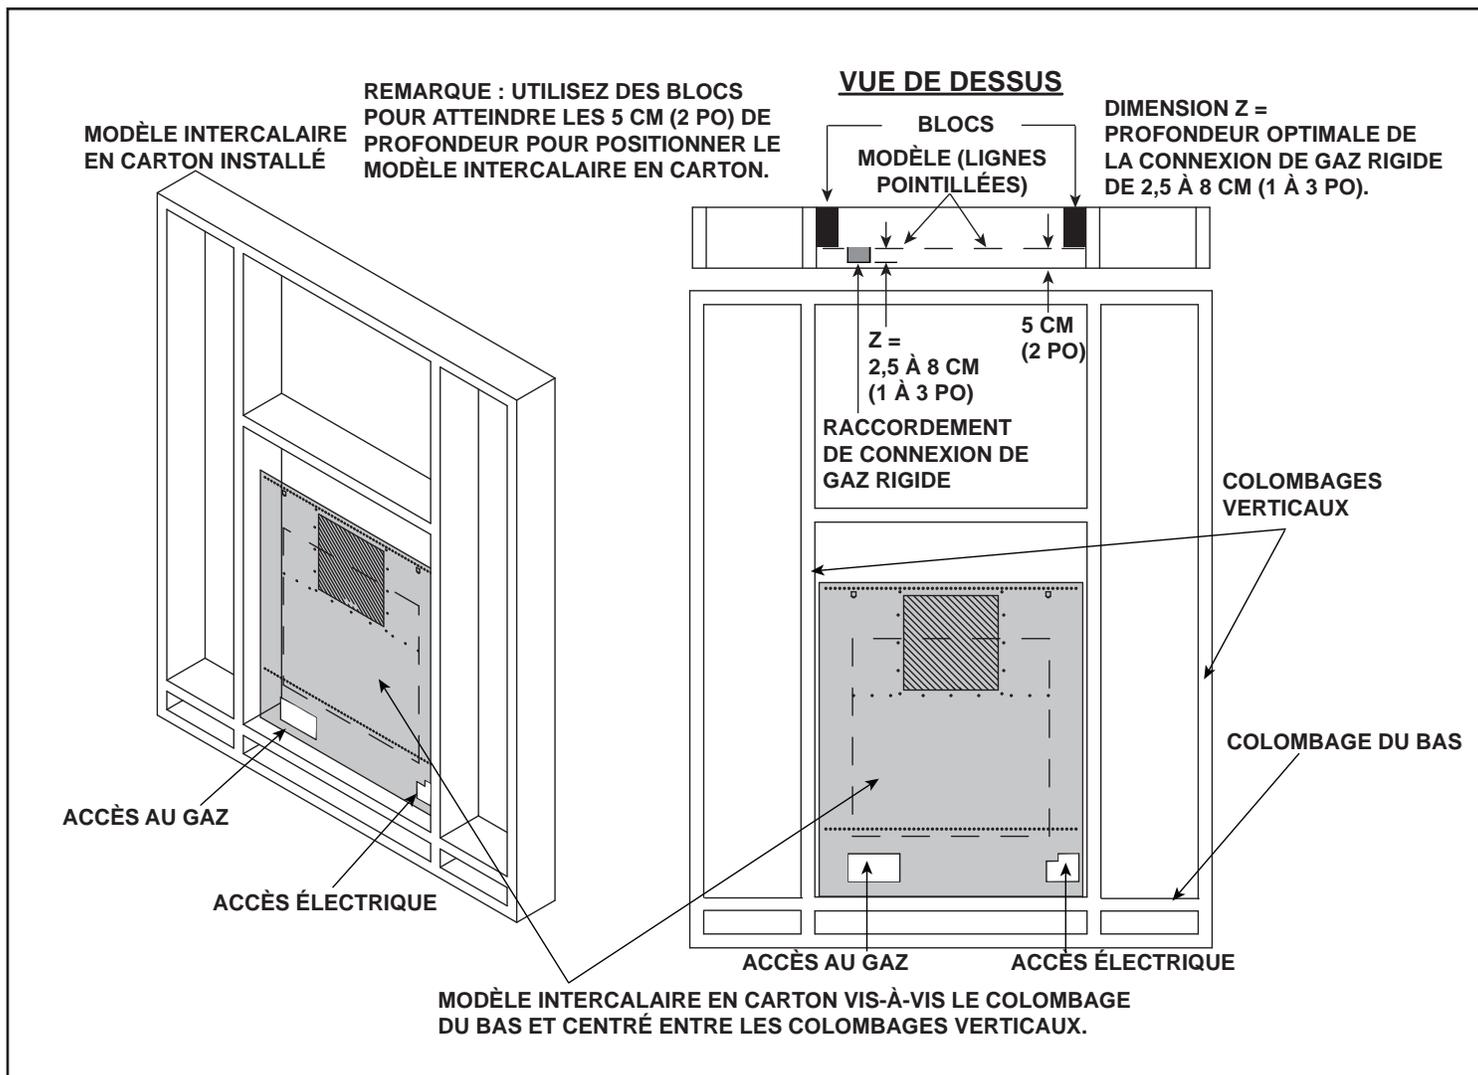

Figure 11.2 Modèle intramural avec intercalaire de carton
- Un modèle intercalaire en carton peut être utilisé pour simplifier le processus d'installation. Communiquez avec votre détaillant ou consultez la section des pièces de rechange du manuel du propriétaire pour commander. Utiliser le modèle pour les installations du REVO aidera à localiser les connexions de gaz et d'électricité pour l'appareil. L'installation du modèle intercalaire en carton est présentée à la figure 11.2. Utilisez des blocs pour positionner le modèle intercalaire en carton par rapport à la profondeur.
Remarque : Les connexions de gaz rigides doivent avoir une extrémité à la profondeur de dimension spécifique « Z ». Voir les références à la dimension « Z » à la figure 11.2. De terminer l'extrémité de la connexion de gaz rigide à la dimension appropriée « Z », simplifiera le processus de connexion du gaz à l'appareil.